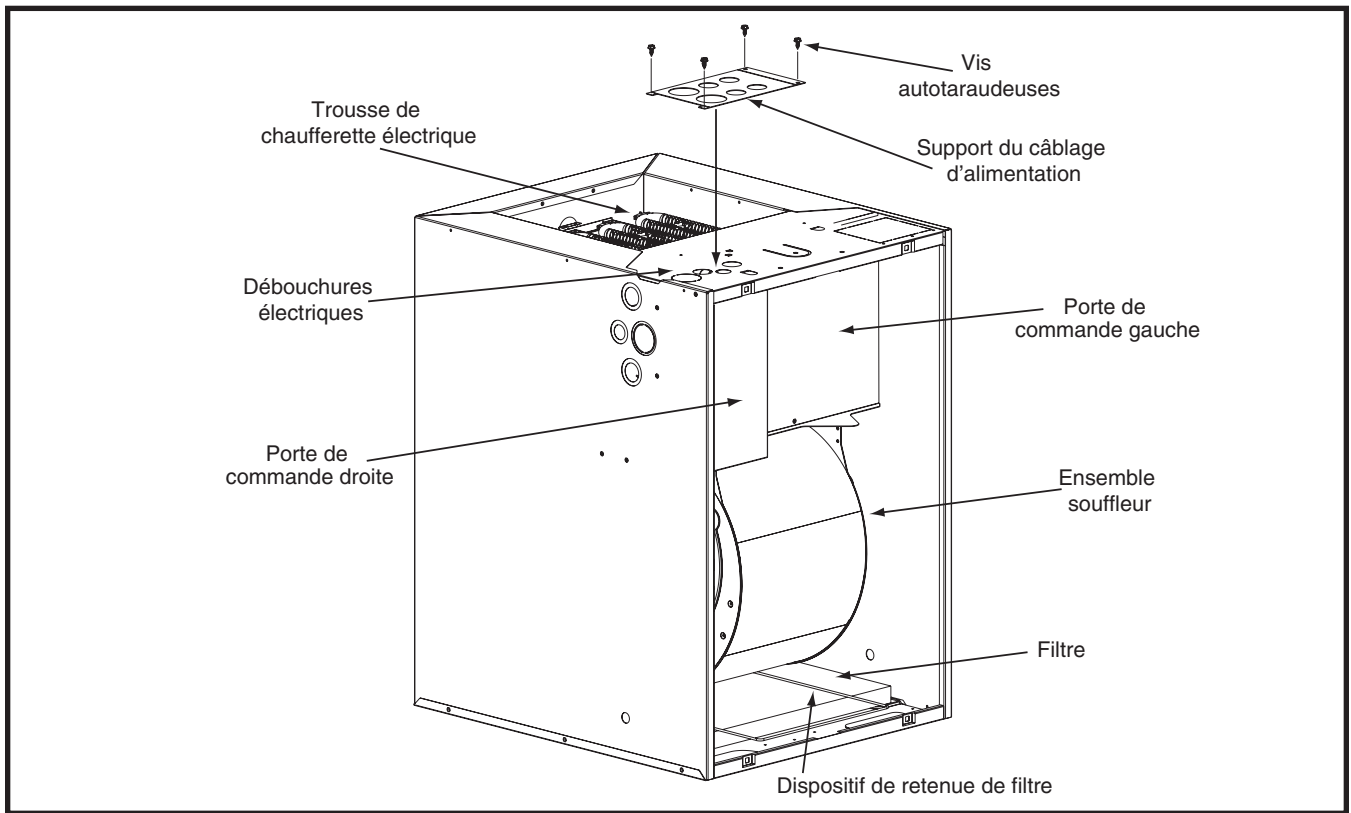

Figure 19. E7 Support du câblage d'alimentation
3. Pour l'installation des fils d'alimentation par le dessus ou la base de l'appareil. Ajoutez le support pour plus d'épais de métal pour raccordement de fils d'alimentation. Voyez la Figure 19.